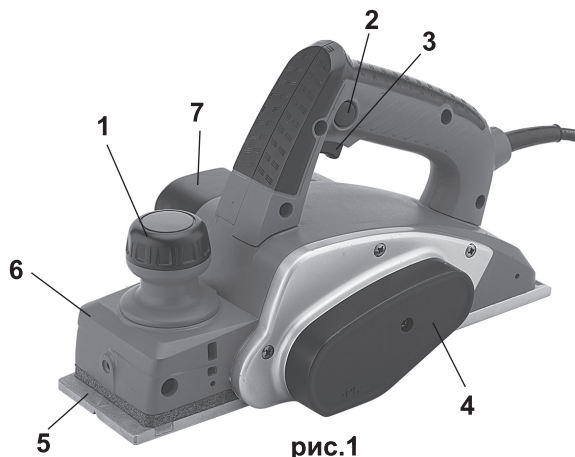

рис.1
1.6 Общий вид рубанка представлен на рис.1
1.8 Клавиша выключателя (рис.1 поз.3) расположена в нижней части рукоятки. Во избежание самопроизвольного включения инструмента, выключатель снабжён блокировкой клавиши (кнопка блокировки, рис.1 поз.4, расположена на левой части рукоятки). Включение рубанка, осуществляется нажатием на клавишу выключателя указательным пальцем после нажатия и удержания кнопки блокировки большим пальцем. Рубанок отключается при отпускании клавиши выключателя, при этом кнопка блокировки (со щелчком) возвращается в исходное положение.
1.9 Ручкой-регулятором (рис.1 поз.1) регулируется глубина строгания. Поворотом рукоятки по часовой стрелке устанавливается глубина строгания.
- вращением ручки (рис.1 поз.1) установить необходимую глубину строгания. Максимальную глубину (2 мм) следует устанавливать для обработки дерева мягких пород и черновой (обдирочной) обработке. Для окончательной (чистовой) обработки, выставляется небольшая (около 0,5 мм) глубина строгания;